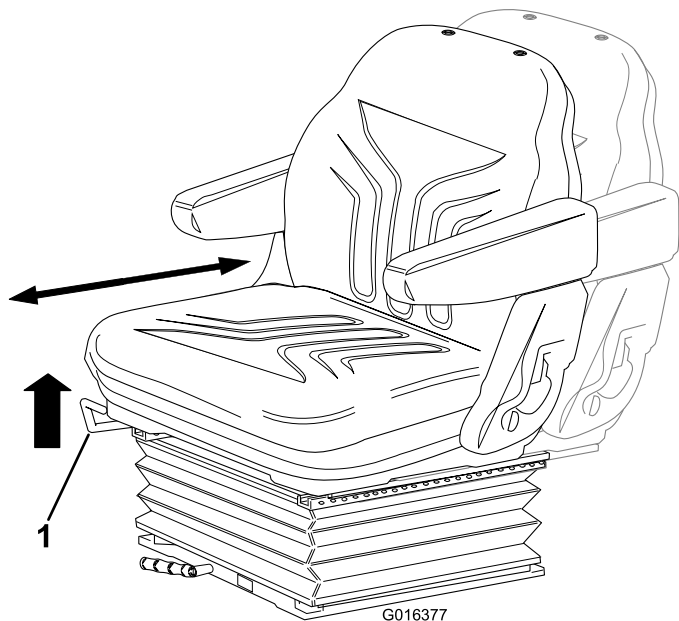

Figura 22
- **Regolazione longitudinale:** Spostate la leva verso l'alto per regolare la posizione longitudinale del sedile. Lasciate andare la leva per bloccare il sedile in posizione (Figura 22).